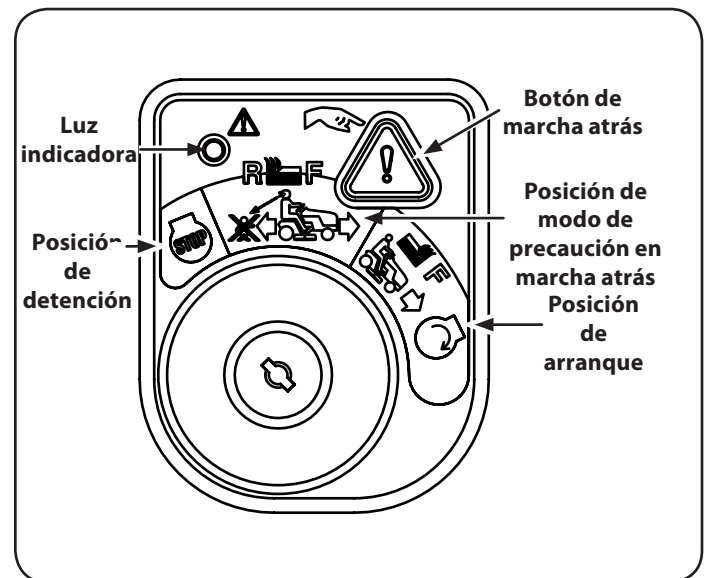

Figura 19
2. Gire la llave desde la posición de PODA NORMAL  (verde) en la posición MODO DE PRECAUCIÓN EN MARCHA ATRÁS  (amarillo) del módulo de interruptor de llave. Vea la Figura 19.
3. Pulse el botón MARCHA ATRÁS  (naranja, botón triangular) en la esquina superior derecha del módulo de interruptor de llave. La luz indicadora roja en la esquina superior del módulo de interruptor de llave a la izquierda estará en ON mientras esté activado. Vea la Figura 19.